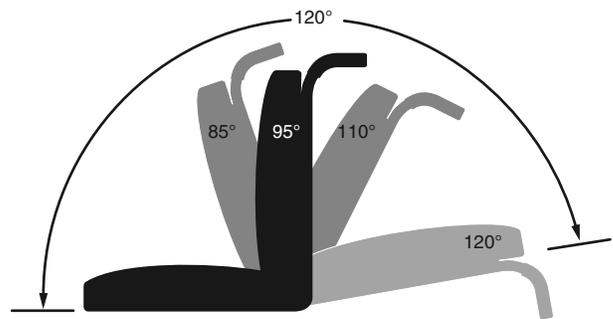

Figura 12. Opción de inclinación manual—ángulos de inclinación mínimo y máximo
Si su asiento TB-Flex está equipado con la opción de inclinación manual, podrá ajustar el respaldo en ángulos que van de la mínima (85° con respecto a la base del asiento) a la máxima inclinación posible (120° con respecto a la base del asiento). **Ver figura 12.** Cuando el asiento está inclinado por encima de 110°, la silla bloqueará todo el sistema. La reducción del ángulo de inclinación por debajo de 110° volverá a activar los motores.
2. Apriete la palanca de inclinación y coloque el respaldo en el ángulo deseado. **Ver figura 12.**